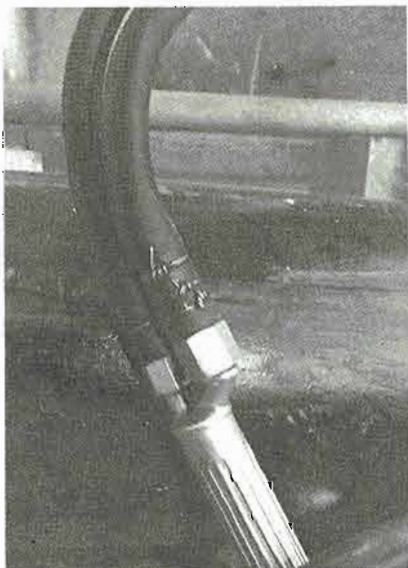

Fig. 8. Instalación con carrito automático para mangueras.
6. No deberá utilizarse el regulador como soporte para el soplete con la manguera enrollada, o cualquier otro elemento, ya que se estará sometiendo a un esfuerzo inadecuado a este aparato [utilizar perchas adecuadas o enrolladores automáticos (fig. 8)].